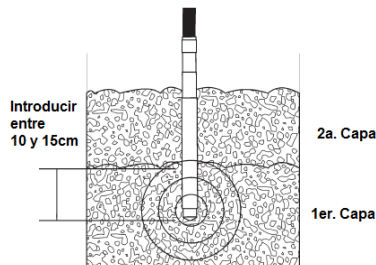

Figura 4
- 5.3.3 Para obtener una mejor unión entre capas se recomienda introducir el vibrador de unos 10 a 15 cm en la capa de concreto anterior. Ver figura 4.